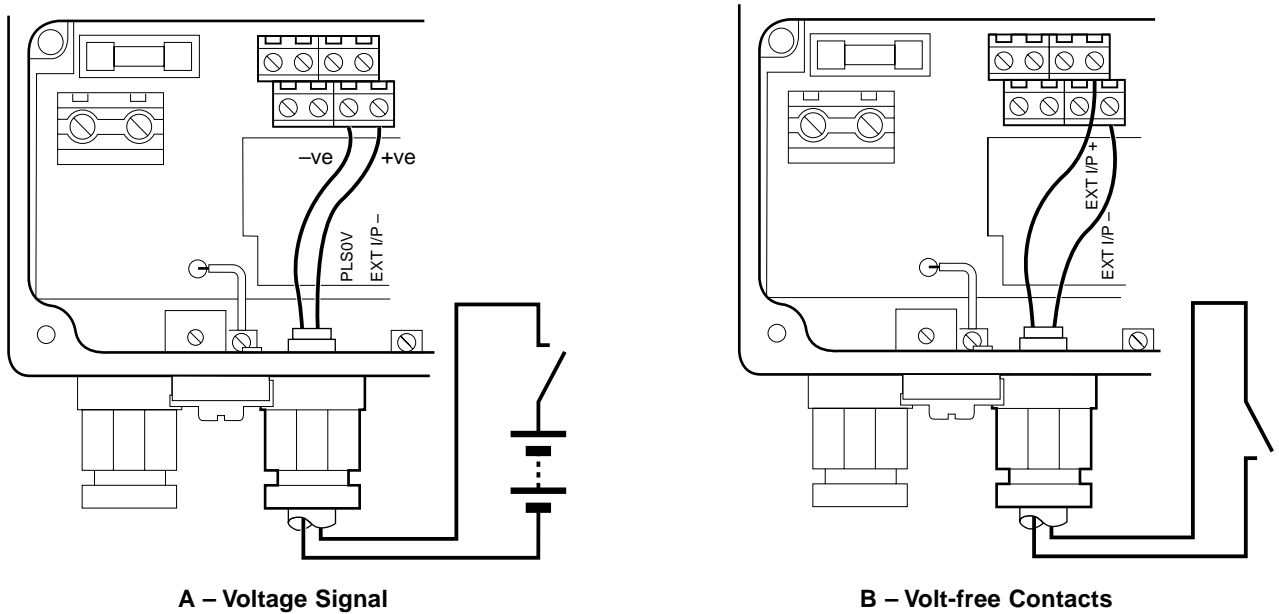

Fig 4.11 Contact Inputs
4.4.2 Contact Inputs – Fig. 4.11